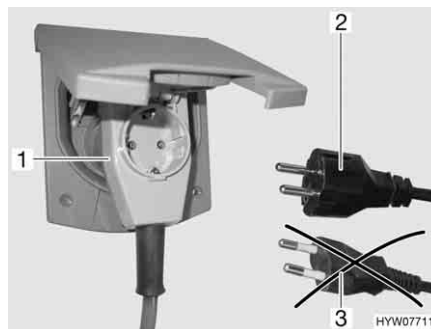

Fig. 117 Collegamento ad un connettore ad angolo provvisto di presa
- Se si impiega un connettore ad angolo CEE 17 provvisto di una presa integrata sulla parte posteriore (Fig. 117,1), utilizzare esclusivamente una spina IP 44 gommata e sigillata con contatto di terra (Fig. 117,2). Non utilizzare spine senza contatto di terra (Fig. 117,3). Pericolo di scarica elettrica!